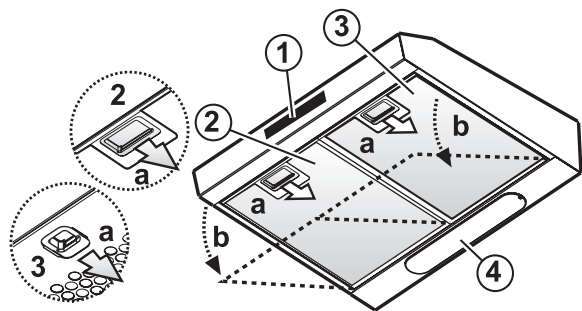

Fig. 1
2. Deschideți grila de aspirare sau scoateți filtrul pentru grăsime autoportant (în funcție de modelul pe care îl dețineți). **Fig. 1 (a-b).**
2. Deschideți grila de aspirare sau scoateți filtrul pentru grăsime autoportant (în acest caz, spălați imediat filtrul). **Fig. 1 (a-b).**